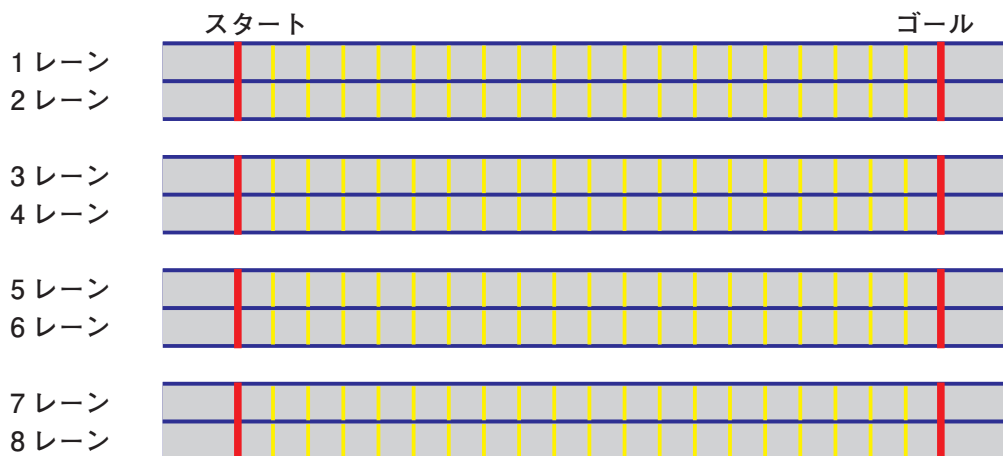

図3 Aフィールド (平面図)
- ③ 予選レースのA, Bフィールドは, ともに8レーンで全長4mである(図3)。
- ④ 決勝レースは8レーンで全長は予選レースと同じ4mである。
- ⑤ 予選レース, 決勝レースともに, レーンの幅は約20cmで両側に路面からの高さが約5cmのガイドフェンスがある。路面には, 歩行距離を測定するための目盛が0.2m間隔でしるしてある。
- ⑥ 予選レース, 決勝レースともに, レーンの走路は, 平坦路は4mm厚のシナ合板の路面であり, 坂路は3mm厚の発泡塩ビ板の上にフェルトの布が貼られている。また, ガイドフェンスはすべて4mm厚のシナ合板で作られている。